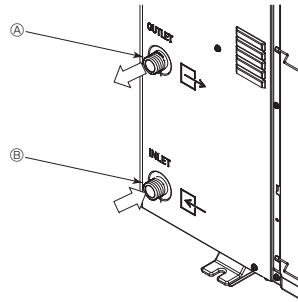

Fig. 6-1
### 6.1. Conexión de las tuberías del agua (Fig. 6-1)
- La posición de las tuberías de entrada y salida se muestra en la Fig. 6-1.
[Fig. 6-1]